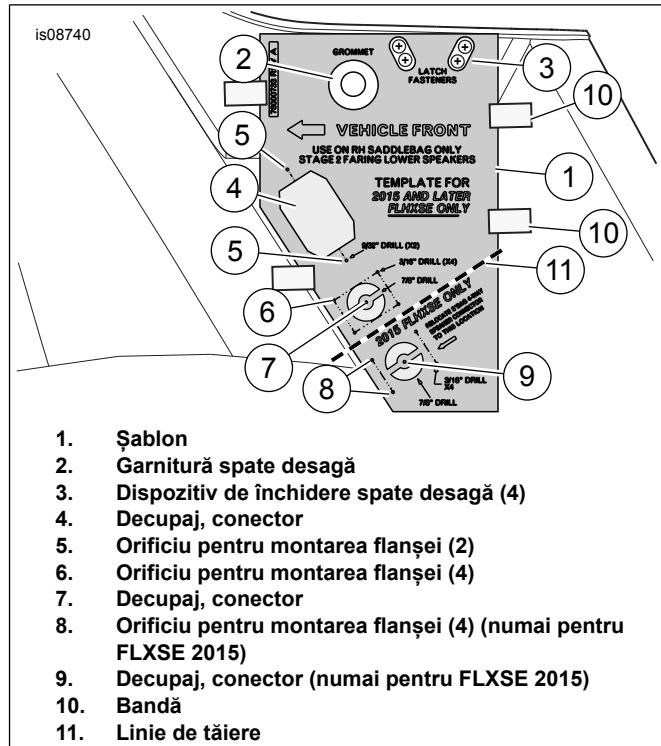
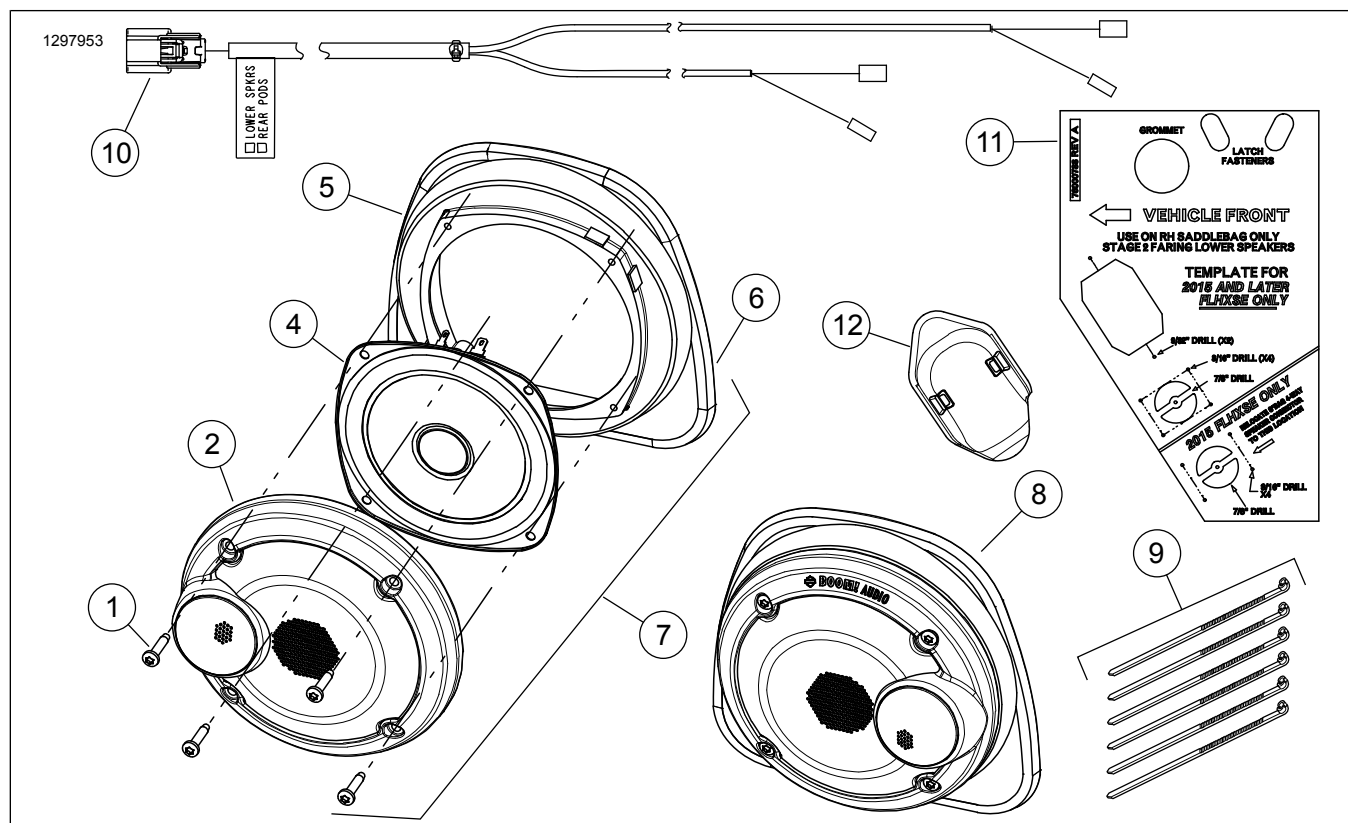

Figura 3. Decupaj desagă dreapta și instalație perforare pentru cablu
Figura 4. Piese de service, difuzoare din partea inferioară a carenajului
Consultați Figura 4 și Tabelul 1.
- Consultați Figura 4 . **Etapa I:** Trageți cablurile terminale mici pe cablajul (10) la carenajul inferior. **Etapa II:** Cablajul de sârmă (10) nu se folosește. Îndepărtați cablajul de sârmă. Trageți cablajul din lateralul vehiculului conform instrucțiunilor din kitul de instalare amplificator. **NU** perforați niciun fel de găuri în carenajul inferior.
Conectați [313] la cablaj (10). Consultați Figura 4 . Continuați cu secțiunea FINALIZARE.
1. Consultați Figura 3 . Utilizați șablonul (1) pentru a tăia deschideri în desagă pentru conectorul cu flanșă [289-1] al amplificatorului cu 18 căi **din carenajul inferior** .
- b. Puneți șablonul pe desagă. Aliniați orificiile garniturii (2) și ale dispozitivului de închidere (3). Utilizați banda (10) pentru a fixa șablonul.
- d. Trasați conturul (4) pe desagă. Trasați conturul (7) pe desagă. Trasați conturul (9) pe desagă.
- e. Perforați două găuri de 9/32 in (5) pentru montajul conectorului cu flanșă. Perforați cinci găuri de 3/16 in (6) pentru montajul conectorului cu flanșă. Perforați cinci găuri de 3/16 in (8) pentru montajul conectorului cu flanșă.
- f. Îndepărtați șablonul. Utilizați un ferăstrău cu aer sau un instrument similar pentru a decupa conturul conectorului (4). Verificați dimensiunea deschiderii (4) cu conectorul flanșă cu 18 căi [289-1A] pe desagă (a se vedea Figura 4 , punctul 7). Ajustați gaura așa cum se vede pe șablon, dacă este necesar pentru o bună fixare.
- a. Tăiați partea de jos a șablonului de-a lungul liniei (11). Îndepărtați partea de jos a șablonului.
- c. Puneți șablonul pe desagă. Aliniați orificiile garniturii (2) și ale dispozitivului de închidere (3). Utilizați banda (10) pentru a fixa șablonul.
- e. Trasați conturul (4) pe desagă. Trasați conturul (7) pe desagă.
- f. Perforați două găuri de 9/32 in (5) pentru montajul conectorului cu flanșă. Perforați cinci găuri de 3/16 in (6) pentru montajul conectorului cu flanșă.
- g. Îndepărtați șablonul. Utilizați un ferăstrău cu aer sau un instrument similar pentru a decupa conturul conectorului (4). Verificați dimensiunea deschiderii (4) cu conectorul flanșă cu 18 căi [289-1A] pe desagă (a se vedea Figura 4 , punctul 7). Ajustați gaura așa cum se vede pe șablon, dacă este necesar pentru o bună fixare.
- h. După instalarea conectorului cu 18 căi [289 - 1]: Instalați capacul conectorului (12) peste el, prin apăsare. Asigurați mănunchiurile de sârmă în interiorul genții folosind coliere pentru cablu și baze de adeziv furnizate cu kit-ul de instalare amplificator. Finalizați montarea amplificatorului etapa II conform instrucțiunilor din acest kit.
A se vedea Figura 3 , articolele 6 și 7.